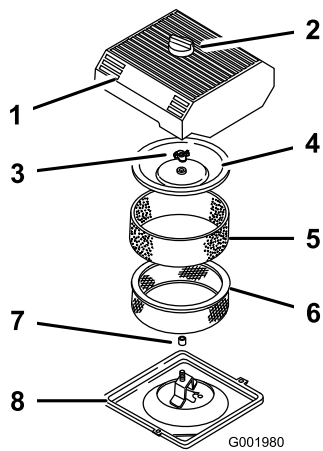

Bild 34
3. Reinigen Sie den Bereich um den Luftfilter herum, um zu verhindern, dass Schmutz in den Motor fällt und Schäden verursacht (Bild 34).
- Lösen Sie das Handrad an der Luftfilterabdeckung und nehmen Sie die Abdeckung ab (Bild 34).
- Schieben Sie den Schaumeinsatz vorsichtig vom Papiereinsatz (Bild 34).
- Schrauben Sie die Abdeckungsmutter ab und nehmen Sie die Abdeckung und den Papiereinsatz ab (Bild 34).
- Schieben Sie das Schaumelement vorsichtig auf das Papierluftfilterelement (Bild 34).
- Schrauben Sie die Abdeckungsmutter mit der Hand auf der Abdeckung fest (Bild 34).
- Montieren Sie die Luftfilterabdeckung und das Handrad (Bild 34).